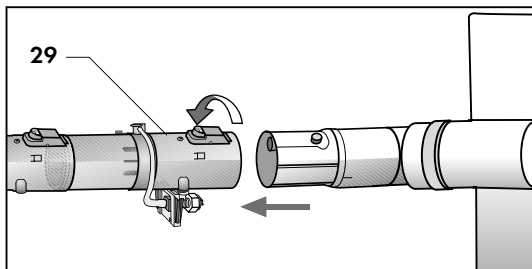

Fig. 14
- inserire la parte terminale femmina del nebulizzatore nella parte terminale della spazzola, ruotando la ghiera per bloccare le due parti **(Fig. 14)**